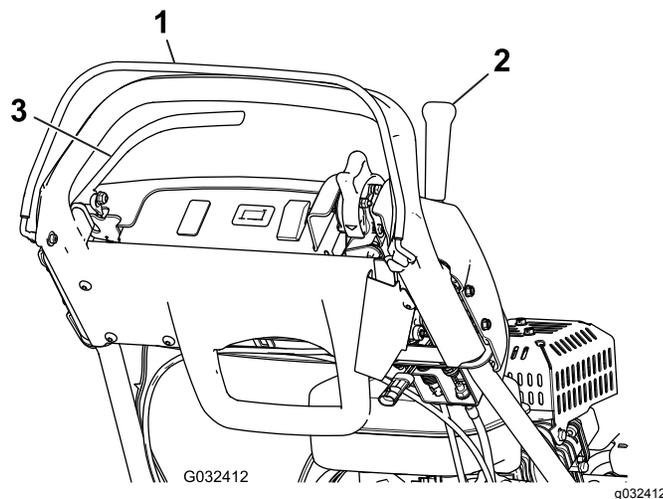

Рисунок 29
3. Попробуйте привести в действие рычаг управления тягой при ненажатом механизме контроля присутствия оператора (Рисунок 29). Рычаг управления тягой **не должен** включаться. Если рычаг управления тягой включается, система блокировки нуждается в обслуживании. Устраните неисправность до начала работы на машине; см. Обслуживание блокировочного выключателя тяги \(страница 37\).
4. При нажатом механизме контроля присутствия оператора и включенном рычаге управления тягой отпустите механизм контроля присутствия оператора (Рисунок 29). Рычаг управления тягой **должен** отключиться. Если рычаг управления тягой не отключается, то система блокировки нуждается в ремонте. Устраните неисправность до начала работы на машине; см. Обслуживание блокировочного выключателя тяги \(страница 37\).
5. При нажатой рукоятке КПО передвиньте рычаг влево, чтобы включить привод барабана и тяговый привод, а затем отпустите рукоятку КПО (Рисунок 29). Рычаг
- При нажатой рукоятке КПО передвиньте рычаг влево, чтобы включить привод барабана и тяговый привод, а затем переведите рычаг вправо для отключения привода барабана (Рисунок 29). Привод барабана **должен** отключиться. Если привод барабана не отключается, система блокировки нуждается в ремонте. Устраните неисправность до начала работы на машине; см. Регулировка управления барабаном \(страница 41\).
- При нажатой рукоятке КПО, включенном рычаге управления тягой в положении запуска (Рисунок 29) попробуйте запустить двигатель. Двигатель **не должен** запускаться. Если двигатель запускается, блокировочный выключатель нуждается в ремонте. Устраните неисправность до начала работы на машине; см. Обслуживание блокировочного выключателя тяги \(страница 37\).
- При рычаге управления тягой в положении «Выкл.», включенном рабочем тормозе и органах управления двигателем в положении пуска (Рисунок 29) попробуйте запустить двигатель. Двигатель **должен** запускаться. Если двигатель не запускается, то блокировочный выключатель нуждается в ремонте. Устраните неисправность
- При работающем двигателе включите рабочий (но не стояночный) тормоз, нажмите рукоятку КПО и включите рычаг управления тягой (Рисунок 29). Двигатель должен работать, преодолевая сопротивление тормоза, но не должен останавливаться. Если двигатель сразу же остановился, блокировочный выключатель нуждается в ремонте. Устраните неисправность до начала работы на машине; см. Обслуживание блокировочного выключателя тормоза \(страница 38\).
- При работающем двигателе затяните фиксатор стояночного тормоза, нажмите рукоятку КПО и включите рычаг управления тягой (Рисунок 29). Двигатель **должен** остановиться. Если двигатель не останавливается, блокировочный выключатель нуждается в ремонте. Устраните неисправность до начала работы на машине; см. Обслуживание блокировочного выключателя тормоза \(страница 38\).